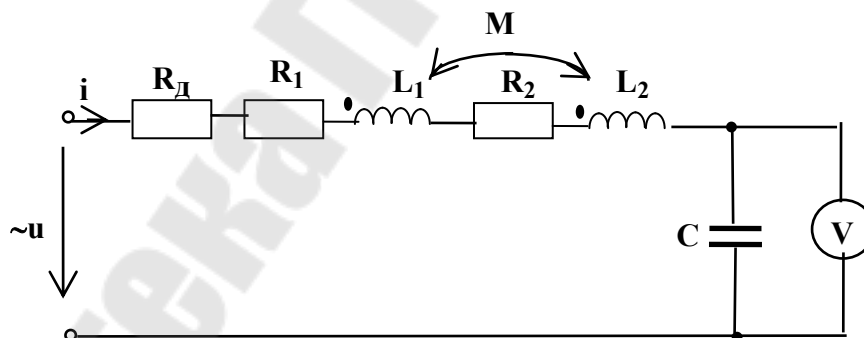

Рис.7.4
4. Соберите электрическую цепь по рис.7.4 (3-й метод).